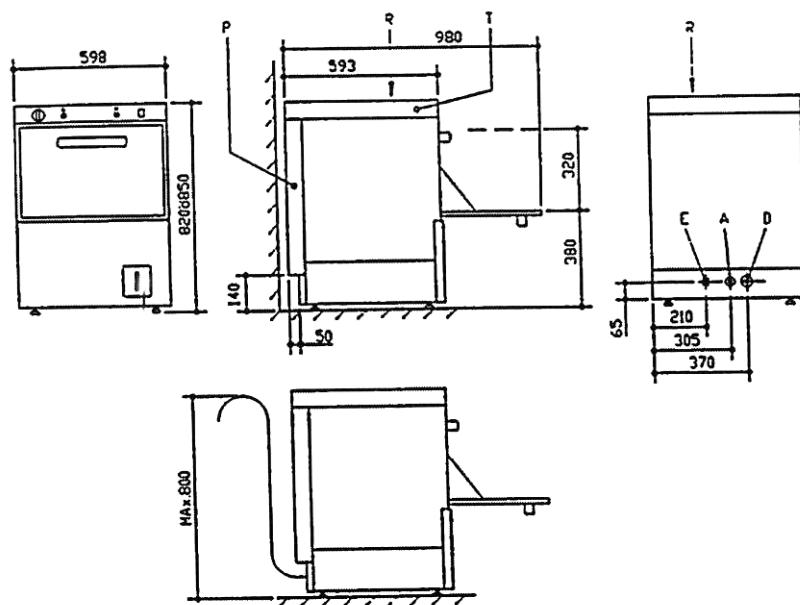

Рис. 1 – FI - 64, FI – 64 В
- Для доступа к печатному проводнику (R) (рис. 1 и рис. 7) удалите крышку (T) и заднюю панель (P). Зафиксируйте кабель в положении (E), оставив достаточно кабеля для удаления электрической панели от машины.